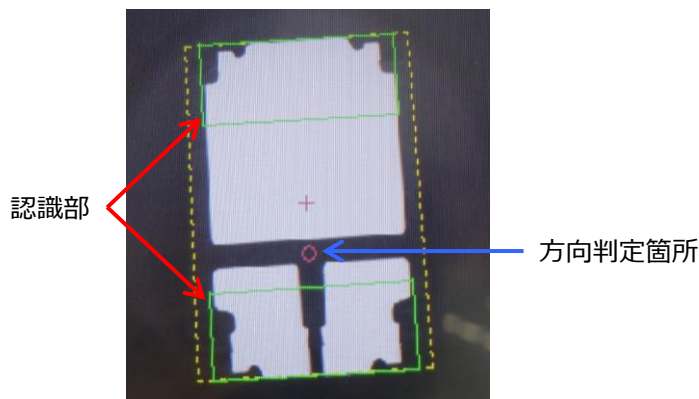

図8. 電極端子認識例
① 電極、ダイヒートシンク部による部品位置認識を推奨します。
② 認識エラーが生じる場合は、ご使用の実装機の認識条件(照明の明るさ等)を調整してください。
③ LEDの方向判定を行う場合、図8に←で示す部分に判定枠を設定してください。この部分の輝度で方向を判定します。